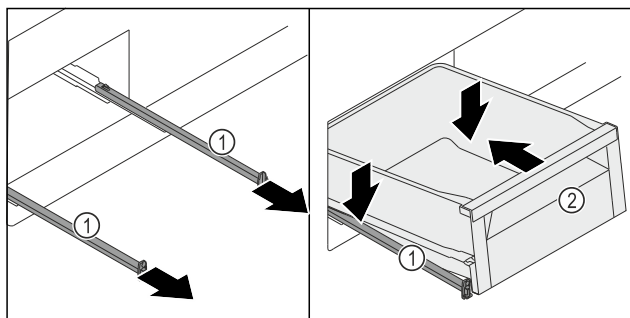

Fig. 128
- Изтеглете релсите Fig. 128 (1).
- Задръжте здраво релсите Fig. 128 (1) и поставете чекмеджето Fig. 128 (2) под ъгъл отгоре върху релсите Fig. 128 (1).
- Избутайте чекмеджето Fig. 128 (2) върху релсите Fig. 128 (1) докрай назад.